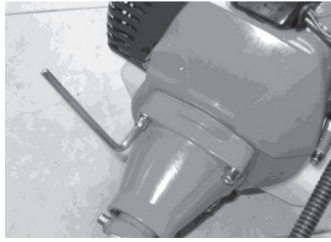

Рисунок 2. Схема приєднання «штанги» до двигуна виробу.
- під'єднати «штангу» до двигуна та закріпити гвинтами (рис. 2).